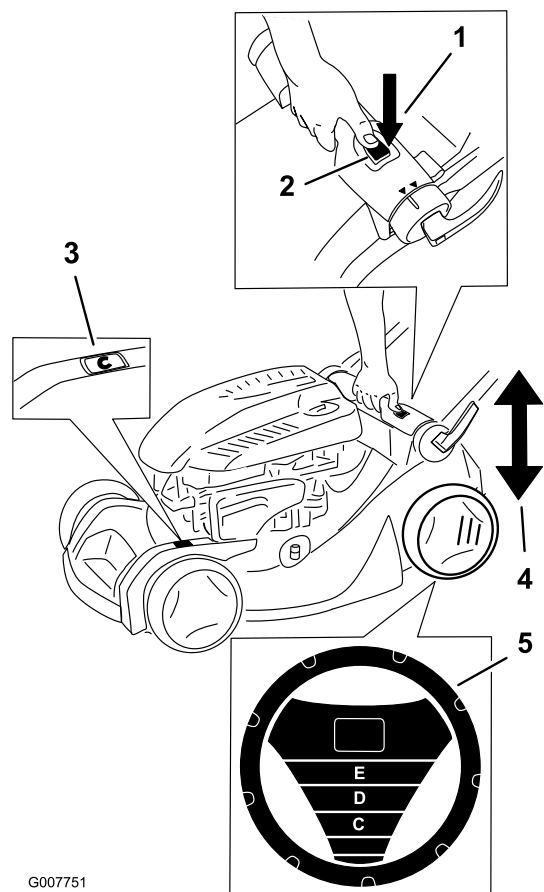

Figure 13
Remarque: Le système SmartWheel® calcule le réglage correct pour vous éviter de tondre l'herbe de plus du tiers de sa hauteur (Figure 13).
4. Appuyez sur le bouton de réglage de hauteur de coupe et déplacez la poignée pour augmenter ou diminuer la hauteur de coupe (Figure 13).
5. Tirez ou poussez la poignée et utilisez l'échelle de hauteur de coupe pour régler la tondeuse à la hauteur de coupe voulue (Figure 13).
2. Amenez la tondeuse sur la pelouse ; arrêtez-vous quand le dessin SmartWheel est à la verticale (Figure 13).